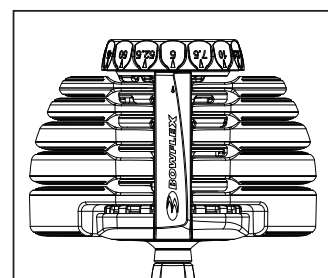

Figure 1
3. Les incréments de poids varient de 2,27 kg à 23,9 kg sur les deux boutons de réglage. Pour sélectionner un poids donné correctement (20 lbs [9 kg] par exemple), tournez les deux boutons de réglage jusqu'à ce que 20 soit aligné avec la flèche située sur le bord extérieur de la plaque signalétique Bowflex® (Fig.1).